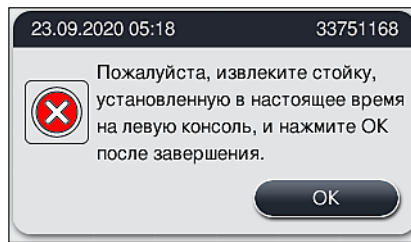

Рис. 131
5. Подтвердите нажатием **OK** (→ "Рис. 131").